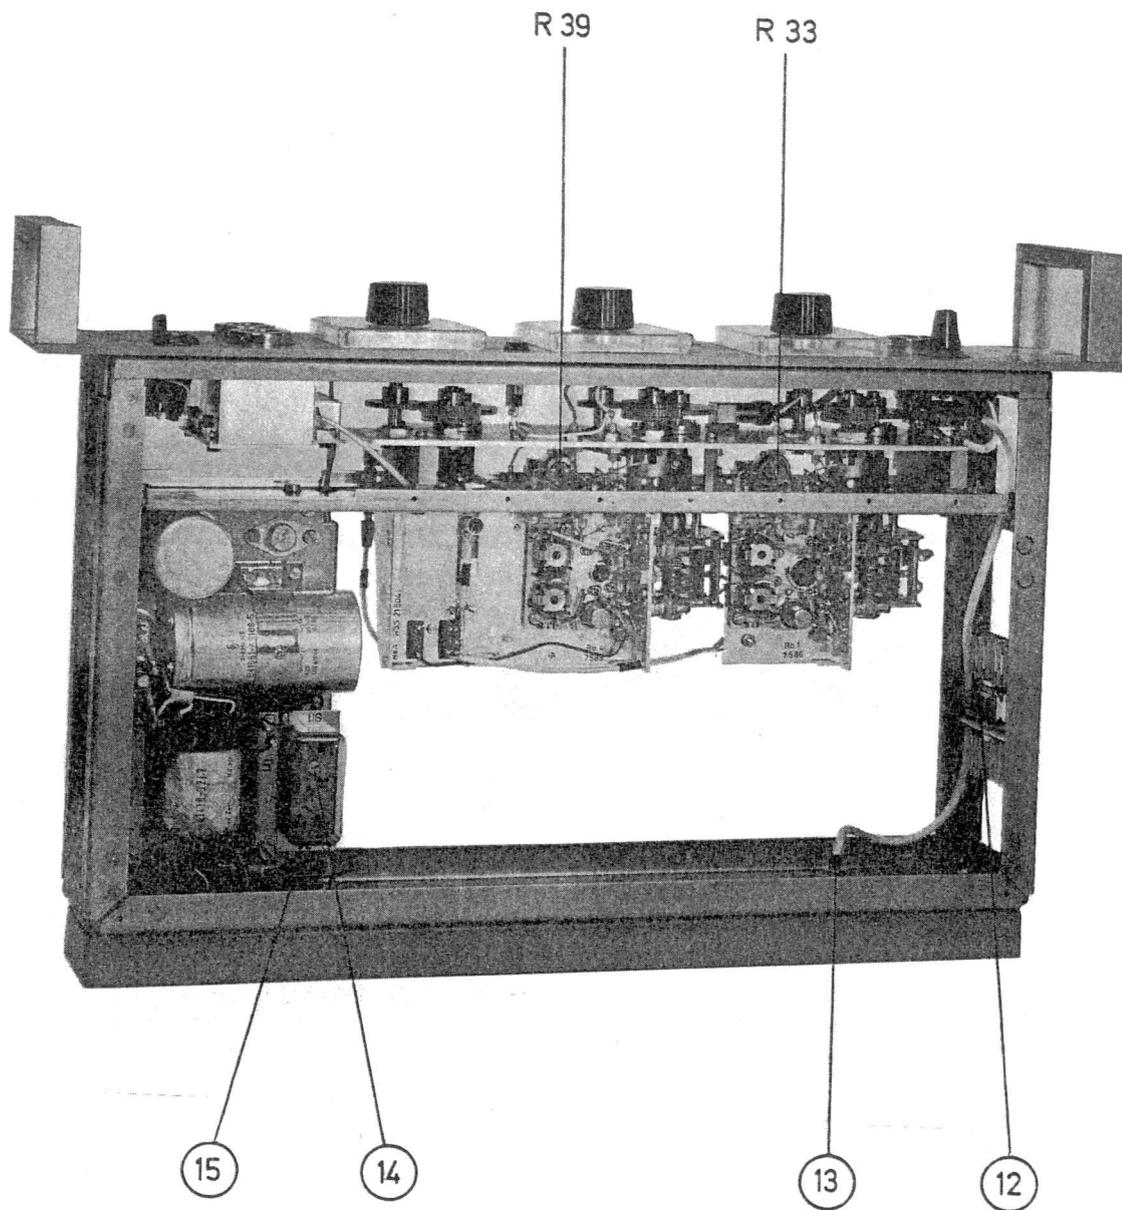

Bild 2 Innenansicht von oben
tionseingangsschalter (1) zeigt dabei auf Eingang "FRONTPLATTE". Die Eingangsspannung beträgt +6 dB (1,55 V) bei einer Frequenz von etwa 1 kHz. Ein Frequenzhubmesser (FMV), angeschlossen an den Ausgang (6) und auf die Frequenz des SMSF abgestimmt, erlaubt die Überprüfung des Frequenzhubes. Die Skala (2) des Meßsenders SMSF steht dabei auf Skalenmitte bei etwa 96 MHz und der Ausgangsspannungsregler (5) auf 100 mV EMK. Der Frequenzhubmesser muß bei der angegebenen Eingangsspannung einen Hub von 75 kHz anzeigen. Eine Korrektur des Frequenzhubes kann mit dem Regler R 33, dessen Lage auf Bild 2 ersichtlich ist, vorgenommen werden.
Der Frequenzhubmesser muß bei der angegebenen Eingangsspannung einen Hub von 75 kHz anzeigen. Eine Korrektur des Frequenzhubes kann mit dem Regler R 39, dessen Lage auf Bild 2 ersichtlich ist, vorgenommen werden.
Das Auswechseln der Signallampe (4) ist ohne Schwierigkeiten möglich. Das grüne Abdeckglas wird nach vorne abgezogen, dahinter ist die Lampe sichtbar. Jedem Gerät sind eine Ersatzlampe und ein Lampenzieher mitgegeben. Diese befinden sich an der linken Innenseite des Rahmens bei den Ersatzsicherungen und sind auf Bild 2 Position (12) zu sehen. Der Lampenzieher wird mit seinem geschlitzten Ende auf die in der Fassung befindliche Lampe gesteckt und herausgezogen. Das neue Lämpchen setzt man ohne Zuhilfenahme des Lampenziehers ein und drückt das grüne Abdeckglas auf die Fassung, damit es einrastet.